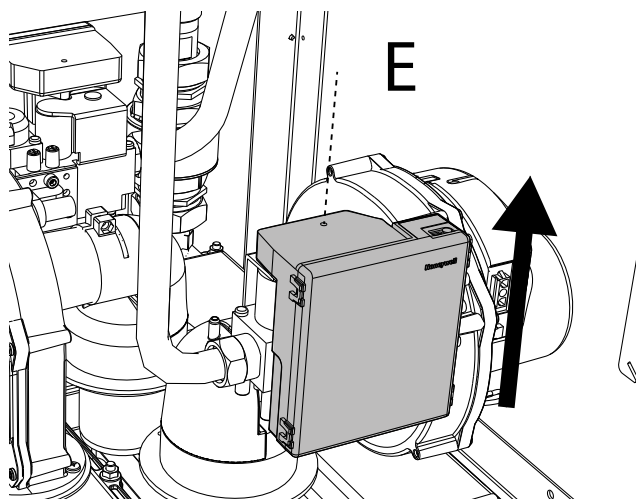

fig. 65
2. Svitare la vite "E" e sfilare la centralina dalla valvola a gas (fig. 65).